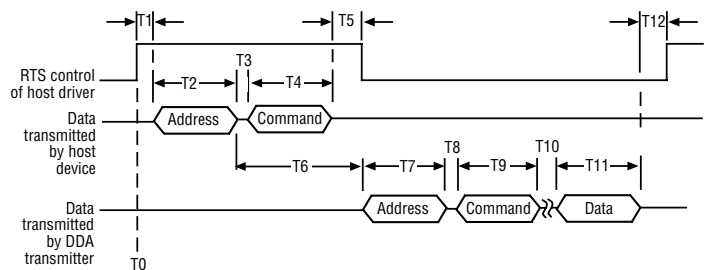

图4：网络协议定时信息
许多可用于主机设备的通信卡（线路驱动器）使用特殊的控制线输入来控制RS-485驱动器的启用和禁用。通常，此输入连接到计算机RTS或DTR通信端口控制线。通过软件控制，计算机可以通过切换RTS或DTR信号线来控制驱动器的状态。这种控制方法实例如图所示（图4）。根据设备制造商，也支持其他控制方式。
1. 当主机启用其RS-485驱动器来传输地址/命令字节时，序列开始（参见图4中的时间行“T0”）。